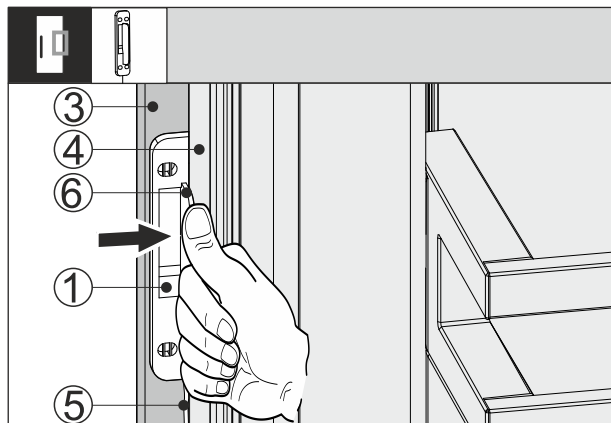

Fig. 66
- ▶ Posuňte snímač klopania Fig. 66 (1) medzi prednou časťou nábytku Fig. 66 (3) a dverami zariadenia Fig. 66 (4) tak, aby bol kábel Fig. 66 (5) zľahka napnutý. Doraz Fig. 66 (6) snímača klopania prilieha k dverám zariadenia Fig. 66 (4).
- ▶ Pritlačte snímač klopania Fig. 66 (1) k prednej časti nábytku Fig. 66 (3).
- ▷ Snímač klopania Fig. 66 (1) je prilepený. Prilepenie snímača klopania optimalizuje prenos signálu klopania.
- Trvalá fixácia snímača klopania Fig. 66 (1) predlžuje životnosť.
- ▶ Priskrutkujte snímač klopania Fig. 66 (1) pomocou dodaných skrutiek na prednú časť nábytku Fig. 66 (3).